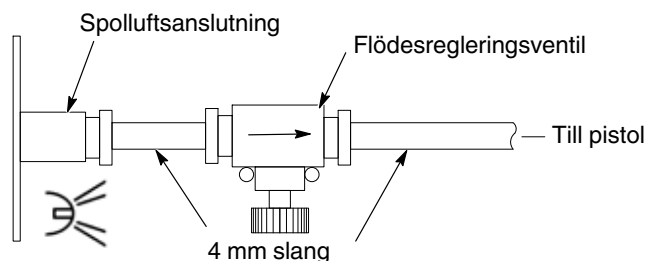

Bild 3-13 Flödesstyrventil och spilluftslanganslutning
6. Se bild 3-13. Anslut 4-mm transparent luftslang och flödesstyrventilen som medföljer med systemet till spilluftsanslutningen på den bakre panelen enligt bilden. Flödesstyrventilen kan placeras var du vill. Använd en slangavkapare för att vara säker på att slangarna är vinkelräta.